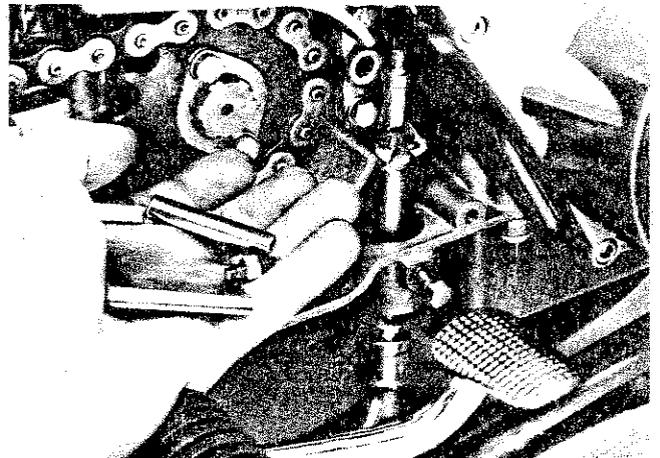

Fig. 130
- 4) Ruotando l'alberino della leva, tirare fuori la prima parte dell'astina di spinta e sfilare dal basso l'alberino di comando, dopo aver svitato il bulloncino che ne impedisce l'uscita (Fig. 130).
- 4) Turn the lever spindle, remove the first portion of the clutch operating rod and slide off the operating plunger, having removed the retaining bolt (Fig. 130).